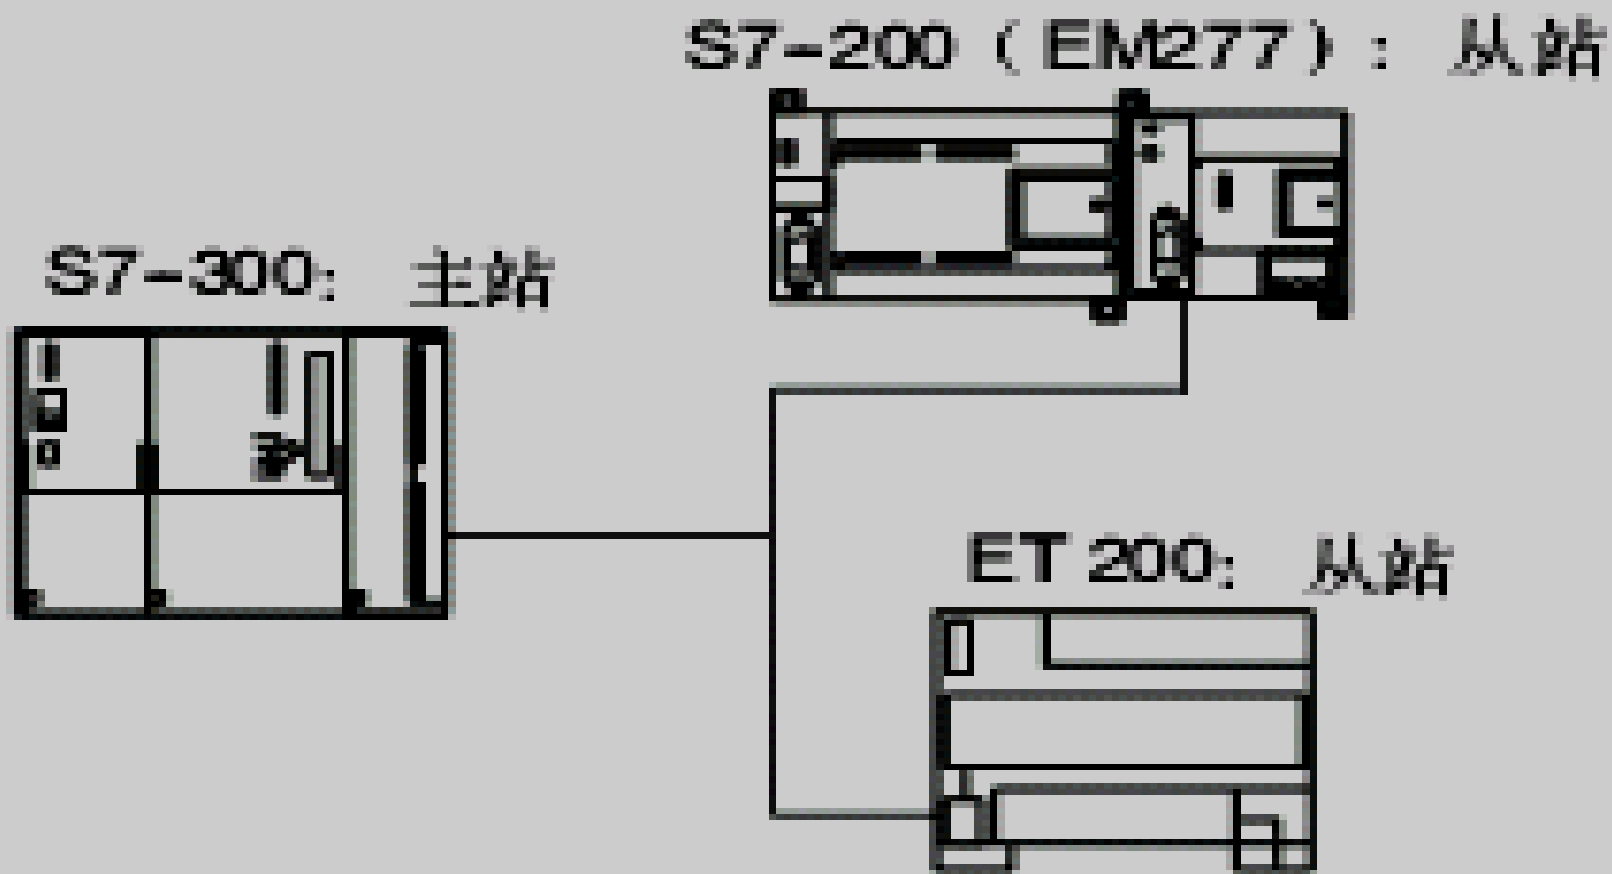

图7-9
- **PROFIBUS**网络通常有一个主站和若干个I/O从站，参见图7-9。主站器件通过配置可以知道I/O从站的类型和站号。主站初始化网络使网络上的从站器件与配置相匹配。主站不断地读写从站的数据。